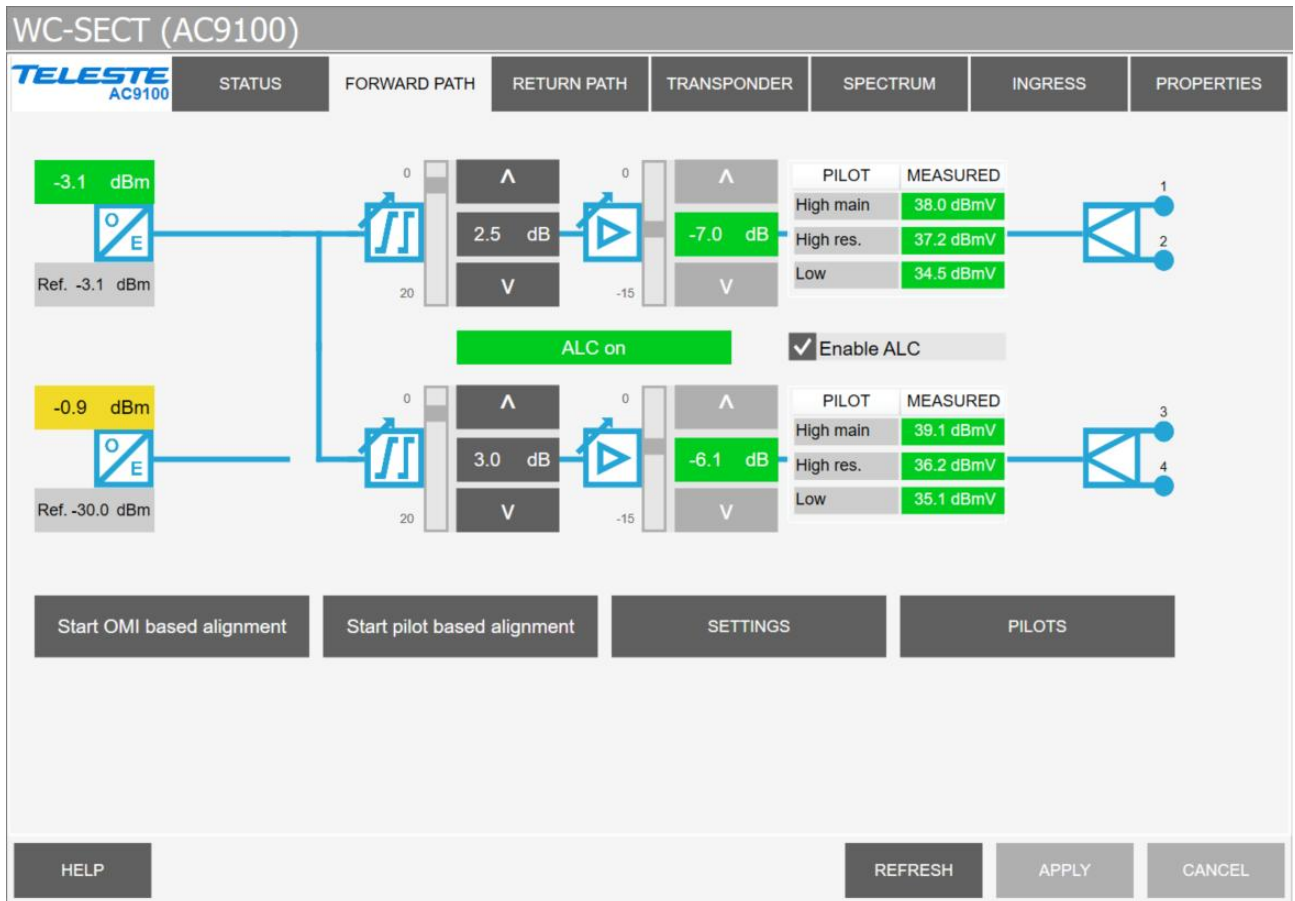
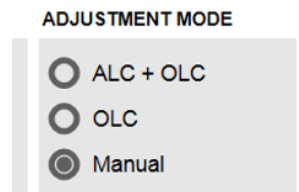

Fig. 5 (voorbeeld)
Fig 5b (AC9100)
- Vink **Enable ALC** uit (Off), zie fig. 5 voor AC9100 NEO (*Bij AC9100 **Adjustment mode** op **manual** fig 5b)
- Klik op de knop **Settings** in het **Forward Path** tabblad. (Fig. 5)